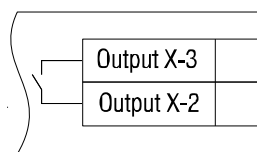

Fig. 4.9 Salida relé Q1...Q4 (Output = Salida)
- Las salidas deben ser cableadas según las figuras Fig. 4.9...4.17.